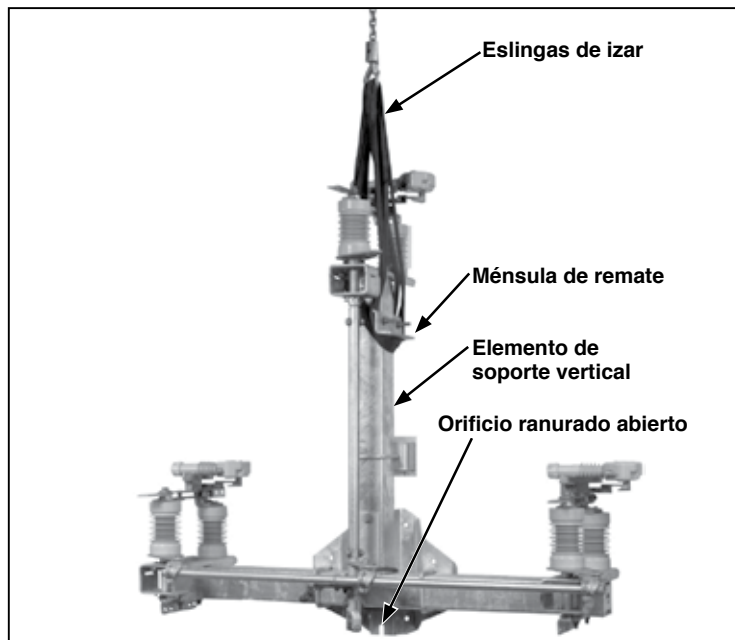

Figura 2. Izamiento del interruptor Omni-Rupter a su posición en la configuración de montaje triangular.
- Levante el interruptor según se muestra en la Figura 2 hasta que las eslingas de izar estén apenas tensas.